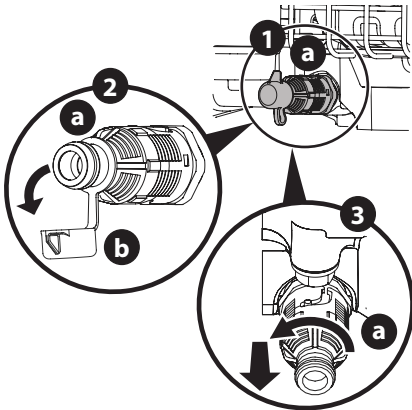

Figura 6
4. Quitar la espuma pre-filtro de aire (c) de todo el papel de filtro (d) (Figura 6). Sustituya el elemento de papel cuando sucio o dañado. Limpia el elemento de espuma o sustituya cuando dañado.